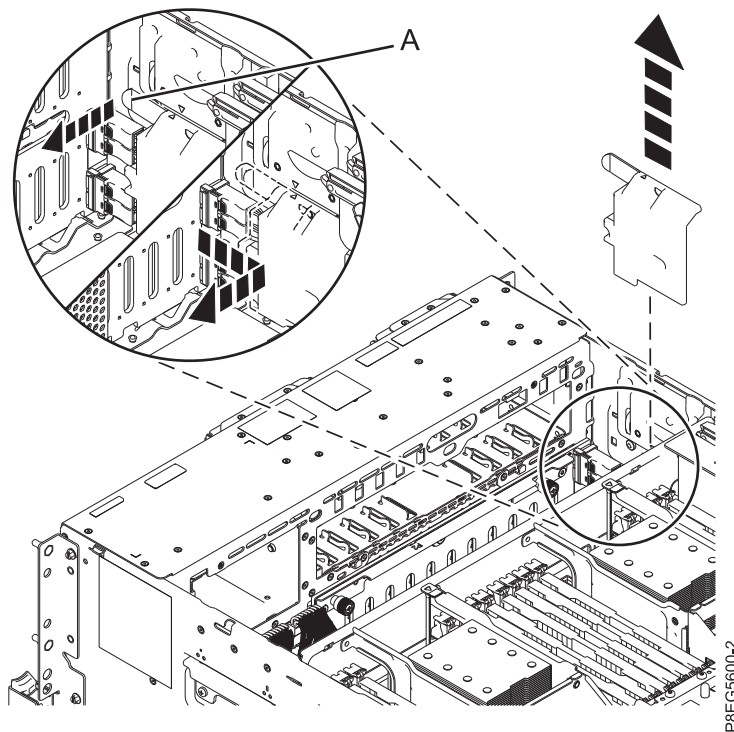

Abbildung 2. Ausbauen der SAS-Kabelabdeckung
3. Bauen Sie die Abdeckung vom vorderen SAS-Kabel aus. Greifen Sie den Griff (A) und ziehen Sie ihn von der Seite des Systems weg. Schieben Sie anschließend die Abdeckung über die Rückseite, um sie auszubauen (wie dargestellt in Abb. 2).